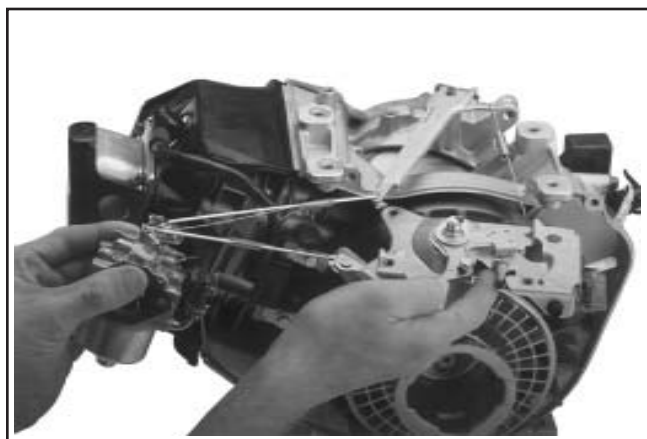

Figure 9-15. Retirer le support de commande sur les moteurs CS8.5 (spéc. 95xxxx).
3. Sur les moteurs CS8.5 (spec. 95xxxx) retirer la vis à bride hexagonale unique en attachant le support de commande de l'accélérateur au carter. Voir la figure 9-15.